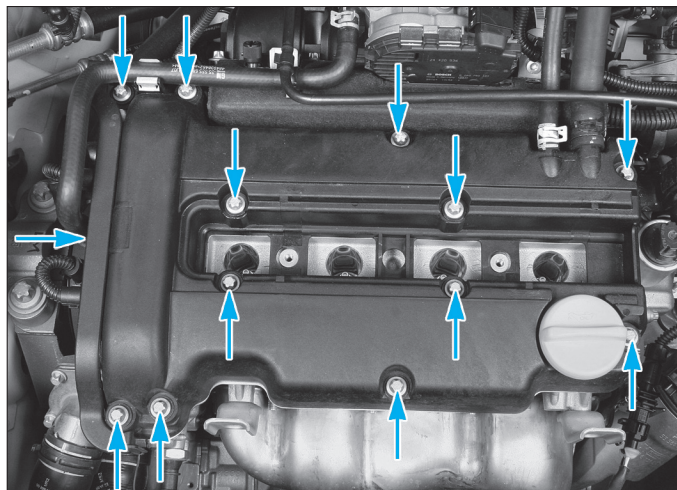

Fig. 35
• Déposer le couvre-culasse (13 vis) (Fig.35).